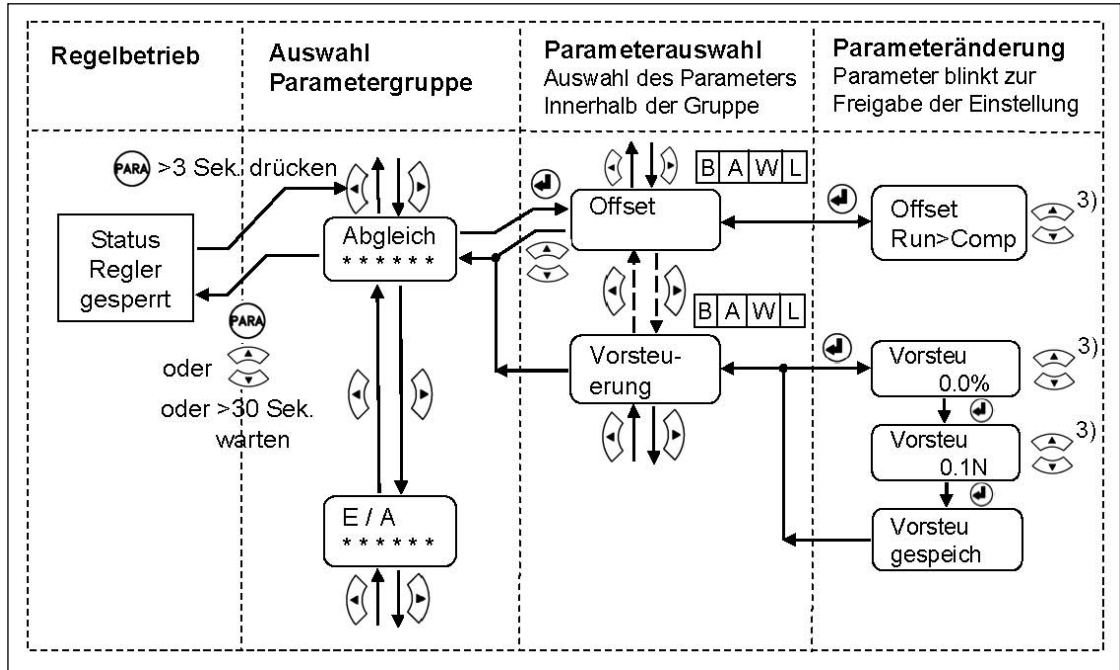

Bild 27: Statusdiagramm Abgleich-Prozeduren "Vorsteuerung"
- In der Parametergruppe Abgleichprozeduren die Prozedur *Vorsteuerung* wählen und gemäss **Bild 27** fortfahren.